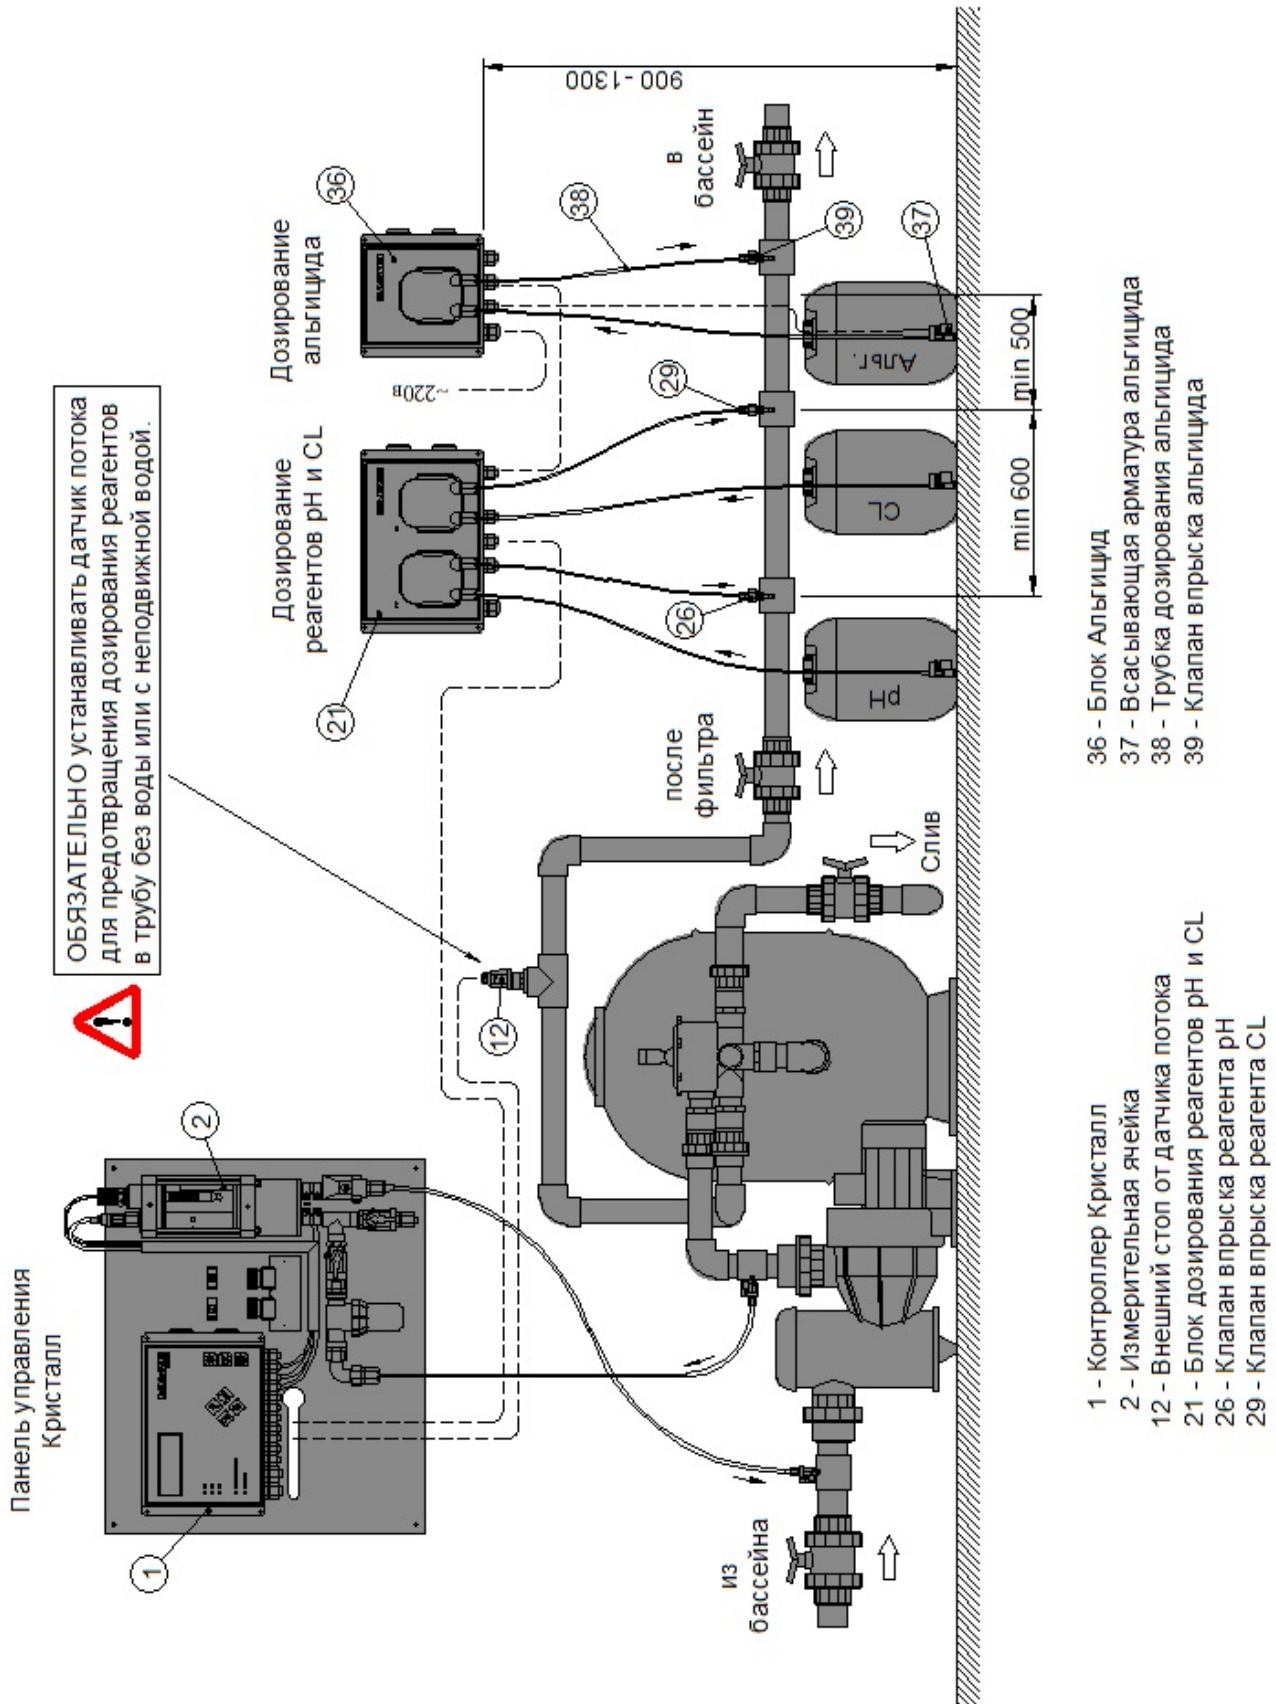
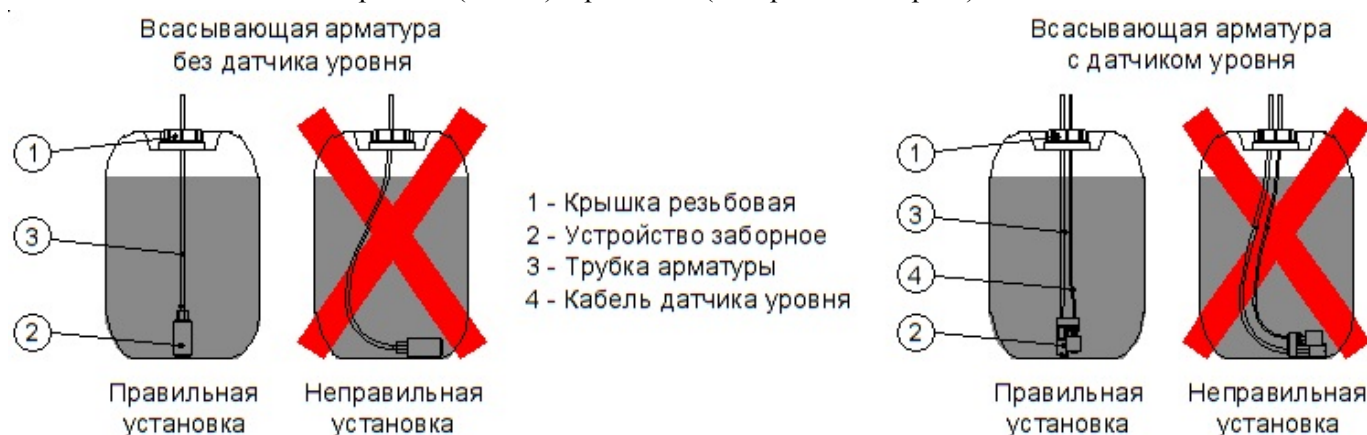

Рис.2-1 Схема размещения оборудования дозирования альгицида
Рис.4.2-8 Установка всасывающей арматуры насоса в расходную канистру
На рис.2-1 изображен монтаж оборудования дозирования альгицида в техническом помещении бассейна, а на рис.4.3-1 – электросхема для этого монтажа.
Как показано на рис.2-1, Блок Альгицид (36) подключается интерфейсным кабелем к Блоку для дозирования реагентов рН и СL (21), а тот, в свою очередь, подключён к контроллеру (1) на панели управления Кристалл.
Блок дозирования альгицида устанавливается на стену технического помещения бассейна, как это показано на рис.2-1 (поз.36) и 4.2-2 настоящего Руководства.
Место для установки Блока рекомендуется выбрать вблизи клапана впрыска альгицида, чтобы минимизировать длину трубки дозирования альгицида (поз.38 на рис.2-1).
Блок устанавливать не выше 1300 мм от пола, чтобы уменьшить высоту подъема реагента из расходной канистры к насосу и обеспечить свободное, без натяжения, подключение к Блоку трубки и кабеля всасывающей арматуры (поз.37 на рис.2-1). При этом справа от Блока должно оставаться не менее 200 мм свободного пространства для беспрепятственного открывания крышки Блока.
Если клапан устанавливается на горизонтальном участке трубопровода, то резьбовое отверстие G 1/2" для его установки должно быть обращено вверх. Если толщина стенки трубопровода в месте установки клапана меньше 5 мм, то эту толщину следует увеличить, установив на трубопровод соединительную муфту, как это показано на рис.2-1 и 4.2-5.
Всасывающая арматура дозирующего насоса устанавливается в расходную канистру реагента, как это показано на рис.2-1 (поз.37) и рис.4.2-8 (изображение справа).
Чтобы исключить подачу воздуха в насос и обеспечить корректную работу датчика уровня реагента, необходимо чтобы заборное устройство арматуры располагалось ВБЛИЗИ ДНА канистры в ВЕРТИКАЛЬНОМ положении, как это показано на рис.4.2-8 справа.